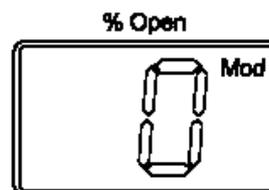

Рис. 5
- в нормальном состоянии дисплей указывает степень открытия вентиля (от 0 до 100%). Если ни одна из кнопок не нажата в течение 20 секунд, дисплей переходит к индикации степени открытия вентиля (см. рис.5):